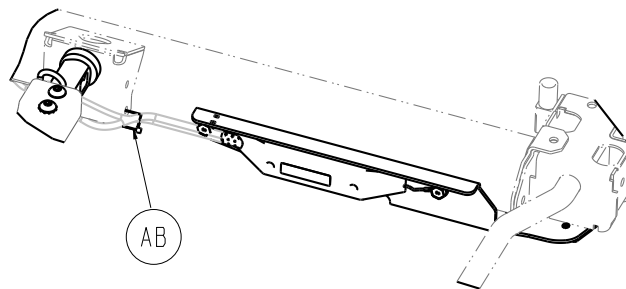

Figure 40 – Emplacement du collier de serrage - ensemble IR/appel infirmier
8. À l'aide d'un coupe-fil, couper l'attache de câble (AB) qui fixe le câble de l'ensemble IR/appel infirmier au fil de terre côté tête du système de levage du côté droit du patient (Figure 40). Jeter l'attache de câble.
- d. À l'aide d'une clé à cliquet et d'une douille de 1/2 po, installer le reste de la vis à tête hexagonale fileté roulante à embase (AG) (retirée à l'étape 10) pour fixer le côté pieds de l'ensemble IR/appel infirmier.
- e. À l'aide d'une clé dynamométrique, serrer les vis à tête hexagonale fileté roulante à embase (AG) à 168 ± 24 po-lb (14 ± 2 pi-lb).
13. À l'aide d'un collier de serrage de 8 po (3000-300-113) (AB), fixer le câble d'ensemble IR/appel infirmier au châssis du plan de couchage (Figure 40).